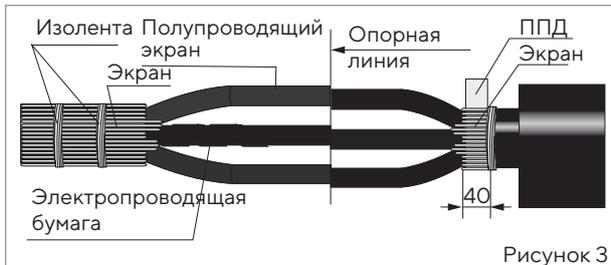

Рисунок 3
■ Размотать электропроводящую бумагу с жил кабеля до места отгиба проволок экрана и обрезать ее, не повреждая полупроводящего экрана (рис. 3). Обрезать жилы обоих концов соединяемого кабеля по опорной линии.